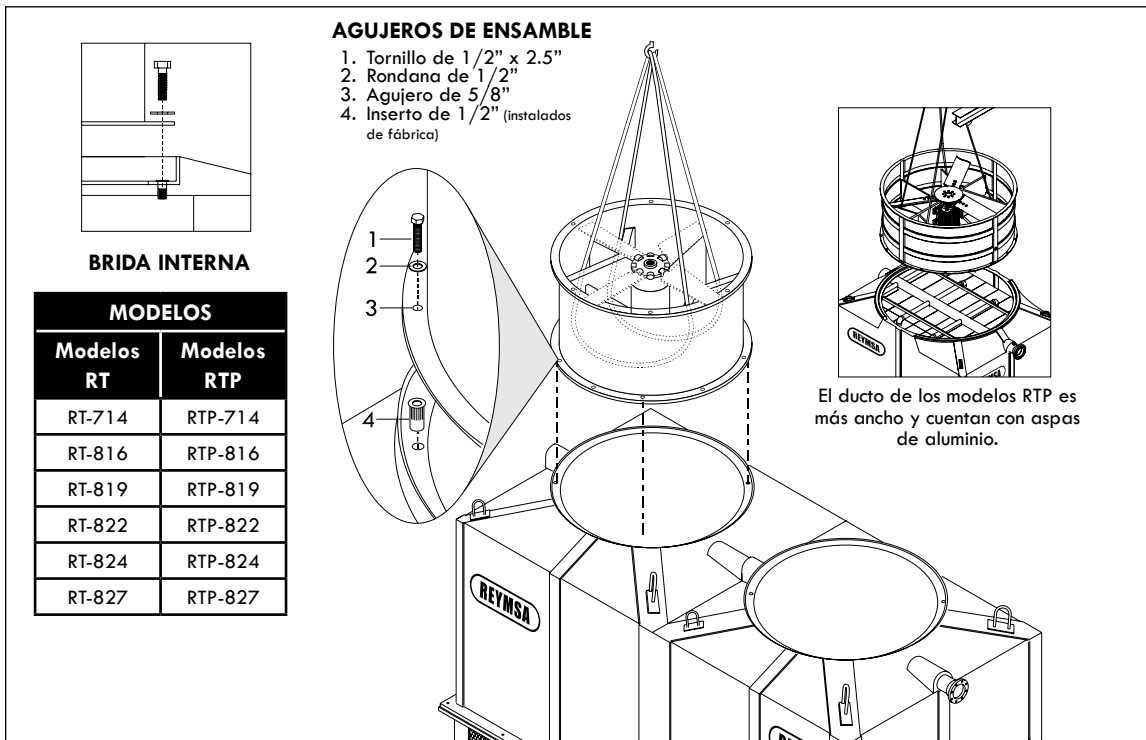

Figura A-21: Instalación del ducto en una torre de dos ventiladores
- N. Luego sujete el soporte del ventilador con doble banda a manera de cuna (como se muestra en la figura A-21) para que lo pueda levantar con una grúa y ensamblarlo.